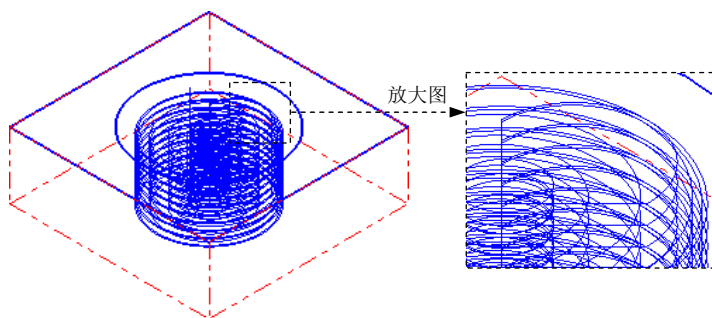

图 9.7.9 刀具路径
Step7. 单击“2D 刀具路径 - 全圆铣削”对话框中的 **✓** 按钮，完成挖槽加工参数的设置，此时系统将自动生成图 9.7.9 所示的刀具路径。
(1) 在“操作管理器”中单击 刀具路径 - 24.9K - CIRCLE_MILL.NC - 程序号码 0 节点，系统弹出“路径模拟”对话框及“路径模拟控制”操控板。
(2) 在“路径模拟控制”操控板中单击 按钮，系统将开始对刀具路径进行模拟，结果与图 9.7.9 所示的刀具路径相同，在“路径模拟”对话框中单击 按钮。